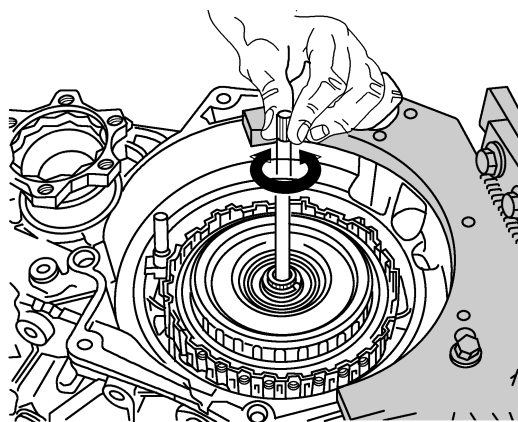

图 3-2-16 安装变速器油泵轴
5) 装入变速器油泵轴，同时沿箭头方向稍微旋转，如图 3-2-16 所示。